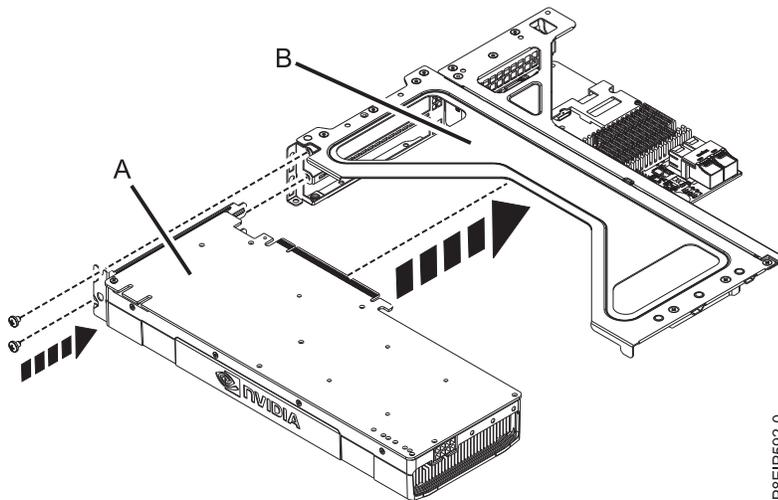

Figura 25. Inserción de la GPU en la tarjeta de expansión
2. Enchufe la GPU (A) a la tarjeta de expansión del adaptador PCIe (B), como se muestra en la Figura 25. Fije la contrapunta de la GPU con uno o dos tornillos, según sea necesario.